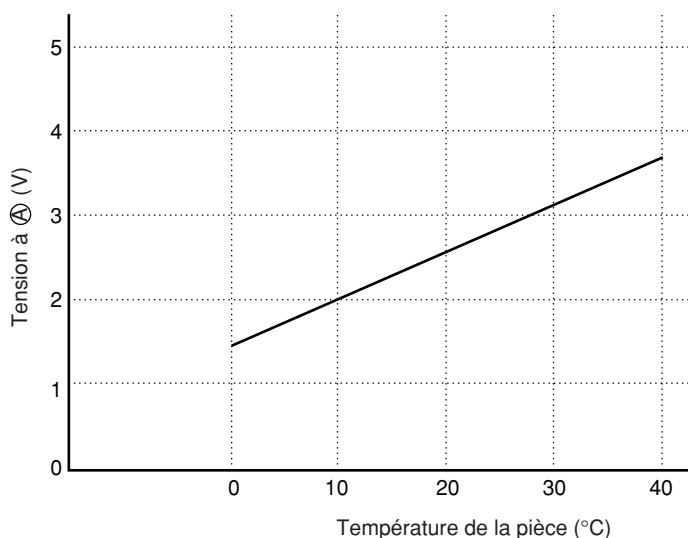

Fig. 5-2
- La tension à (A) dépend de la température de la pièce comme indiqué sur la Fig. 5-2.